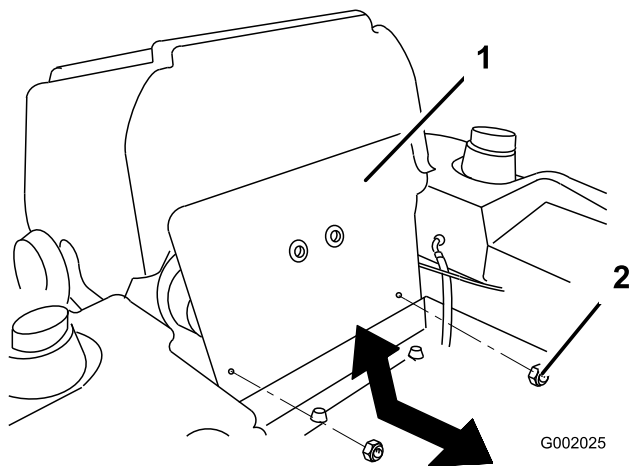

Figure 39
3. Basculez le siège en avant et déposez le panneau avant du moteur (Figure 39).